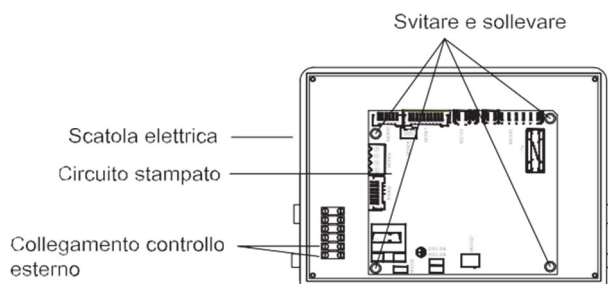

Fig.39
CONNESSIONE ESTERNA (Fig. 39)
7.19 SOSTITUZIONE CIRCUITO STAMPATO/DISPLAY (Fig. 39)